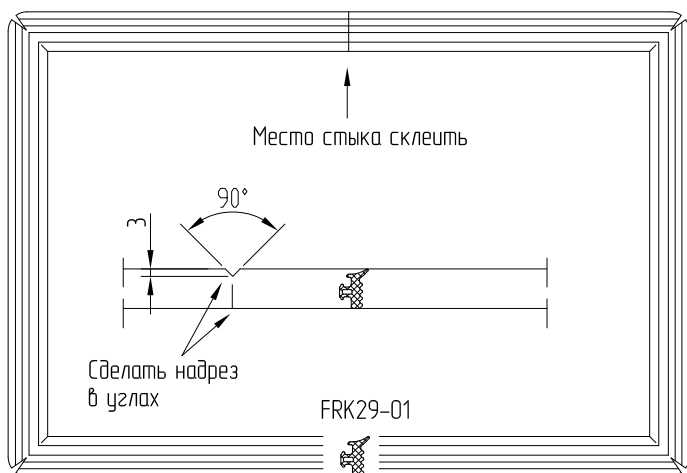

Рис. 1
2. Вкатать уплотнитель FRK29-01 в паз начиная с верха согласно схеме (Рис. 1).
3. Зарезку в угловых зонах выполнять согласно схеме (Рис. 1).